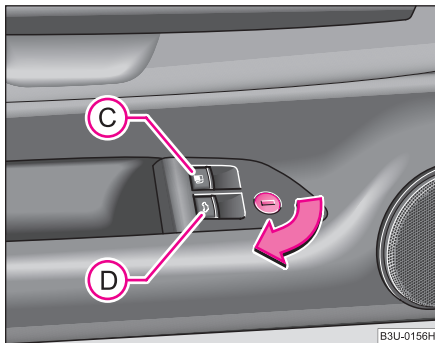

Fig. 25 Interiorul ușii conducătorului: Comutator pentru deschiderea clapetei rezervorului și a capacului portbagajului
– Trageți comutatorul **C** ⇒ fig. 25.
– Trageți comutatorul **D** ⇒ fig. 25.
- Rotiți cheia principală în încuietore în sensul indicat de săgeată ⇒ fig. 25.